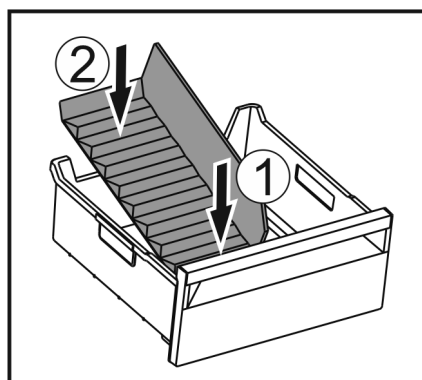

Fig. 61
- Włożyć najpierw separator z przodu Fig. 61 (1).
- Opuścić tylną część Fig. 61 (2).